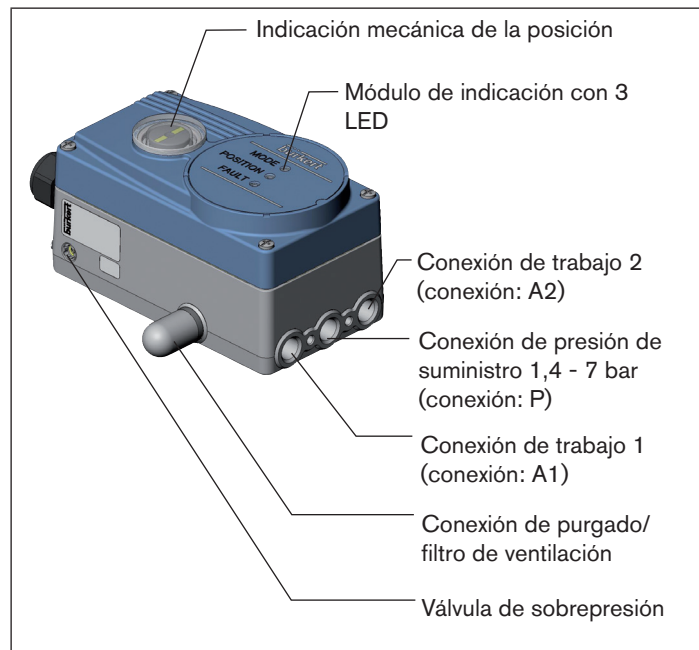

Imagen 1: Estructura del posicionador modelo 8791
1) Si el posicionador se utiliza en condiciones de protección IP67, debe retirarse el filtro de ventilación (ver «Imagen 1») y el aire de escape debe conducirse a la zona seca.